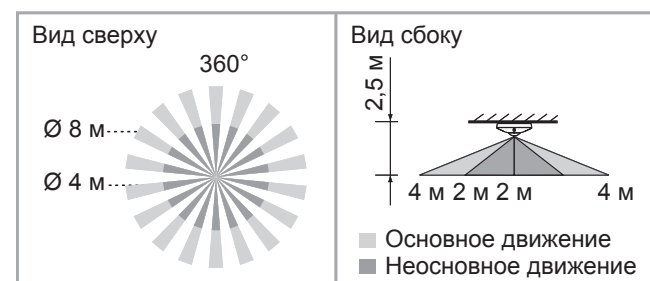

Рис. 2
- 3.1.1 Датчики могут быть установлены на высоте 2–5 м, при этом для получения оптимальной диаграммы обнаружения рекомендуется высота 2,5 м. Диапазон обнаружения может простирается до диаметра 8 м и до угла обнаружения 360° (см. рис. 2).